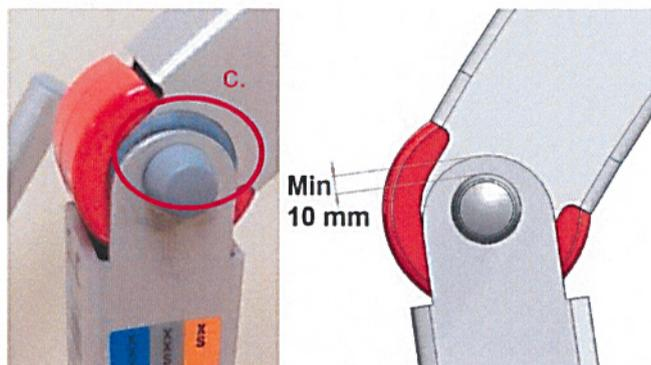

Figura 3 Copertura del bullone del giunto disassata rispetto al centro della corona finale della colonna (punto c).
- C. Verificare se la copertura del bullone del giunto è disassata rispetto al centro della corona finale della colonna, vedere figura 3 di seguito. La copertura e il bordo della corona devono essere distanziati di almeno 10 mm.